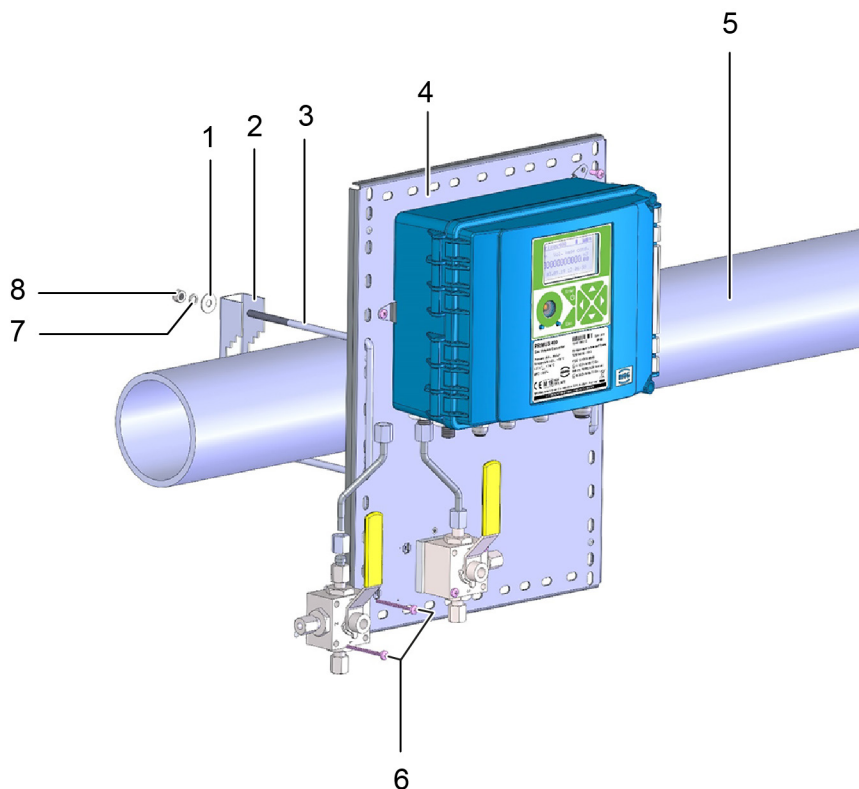

Abb. 7: Montage des Geräts an einer Gasleitung
1. Klemmstücke (Abb. 7, Pos. 3) im Abstand von mindestens dem Gasleitungsdurchmesser durch die Öffnungen in der Befestigungsplatte (Abb. 7, Pos. 4) einsetzen und über die Gasleitung (Abb. 7, Pos. 5) führen.
2. Befestigungselemente (Abb. 7, Pos. 2) mit Unterlegscheiben (Abb. 7, Pos. 1 und 7) und M6-
Muttern (Abb. 7, Pos. 8) an den freien Enden der Klemmstücke anbringen, um die Befestigungsplatte in der vorgesehenen Position an der Gasleitung zu fixieren.
Der über den 3-Wege-Hahn angeschlossene Mengenumwerter ist in Abb. 7 dargestellt. Die Druckleitung 6x1 mit vorgepresstem Schneidring an beiden Seiten wird zunächst sorgfältig in den Druckeinlass des Gerätes geführt und mit einer Mutter M12x1,5 ERMETO gesichert. Das andere Ende der Leitung wird am Betriebsauslass des 3-Wege-Hahns, der auf der Befestigungsplatte montiert ist, angebracht, und die Mutter wird vorsichtig angezogen. Schließlich werden die Muttern auf beiden Seiten der angeschlossenen Druckleitung festgezogen. Beim Festziehen keine übermäßige Kraft auf den Schlüssel anwenden. Andernfalls wird das Gewinde beschädigt.